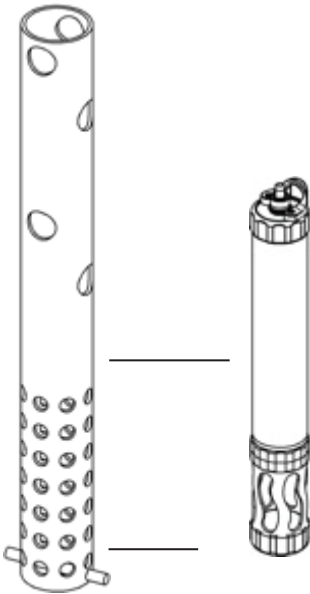

Abbildung 1: Vertikale Installation –
- Zusätzliche Aussparungen auf Höhe der Sonde, siehe Bild 1.